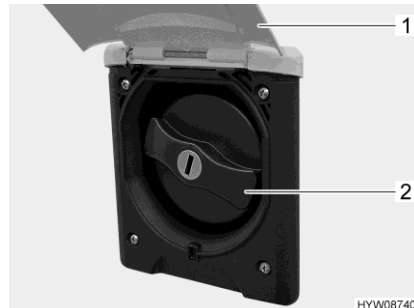

Bild 128 Verschlussdeckel (Trinkwasser-Einfüllstutzen)
- Außenklappe (Bild 128,1) nach oben schwenken.
- Blauen Verschlussdeckel (Bild 128,2) eine viertel Umdrehung drehen.